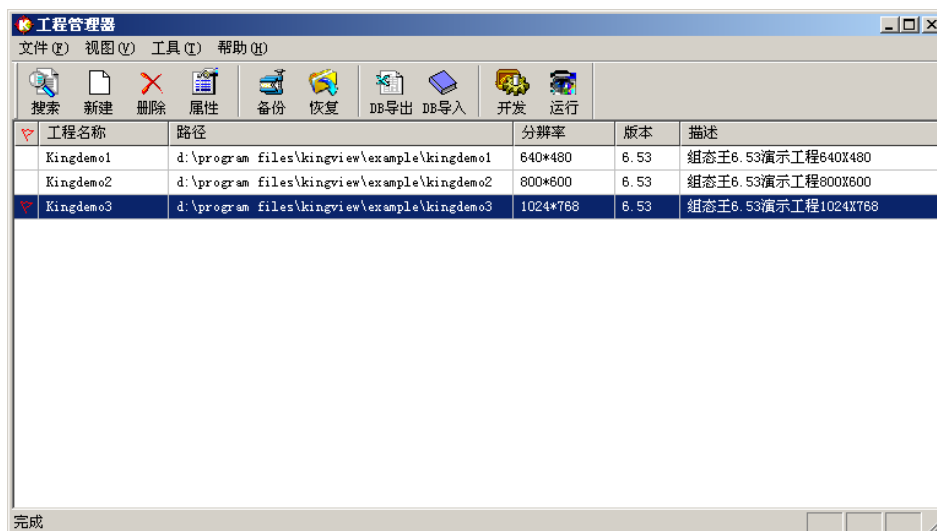

图 3-1 组态王工程管理器
(1) 点击“开始|程序|组态王 6.53|组态王 6.53”，启动工程管理器窗口，如图 3-1 所示。